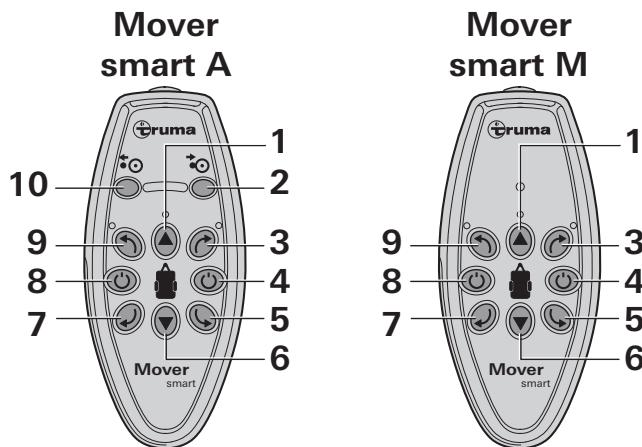
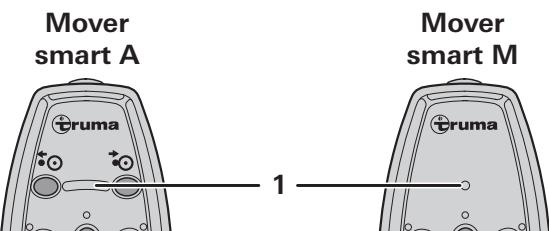

Bild 2
Bild 6
- Taste (Bild 2 - 8) auf der Fernbedienung drücken bis die LEDs aufleuchten (Bild 6 - 1).
! Die „Ausschalten“ Taste (Bild 2 - 4) der Fernbedienung dient auch als „Not-Aus-Schalter“. Bei Auffälligkeiten, z. B. unkontrolliertes Verhalten des Movers muss die „Ausschalten“ Taste sofort gedrückt werden.
- Mit den Richtungstasten (Bild 2 - 3/5/6/7/9) den Wohnwagen in die gewünschte Richtung bewegen.
i Werden die gegenüberliegenden Richtungstasten (Bild 2 - 5/9 oder 3/7) gleichzeitig gedrückt, rotiert der Wohnwagen um die eigene Achse in der jeweiligen Richtung.
- Während der Fahrt (Vorwärts/Rückwärts) kann mit den Richtungstasten (Bild 2 - 3/9 und 5/7) die Fahrtrichtung geändert werden.